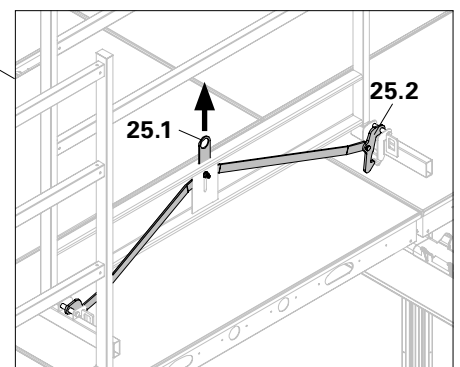

Fig. A8.07
1. Tirer l'anneau (25.1) vers le haut. (Fig. A8.07)
1. Tirer l'anneau (25.1) vers le haut. (Fig. A8.07) → Les crochets sont relâchés.
2. Retirer le Montant de Garde-corps SD (25) et placer dans la palette de montant de garde-corps SD 150 x 75.